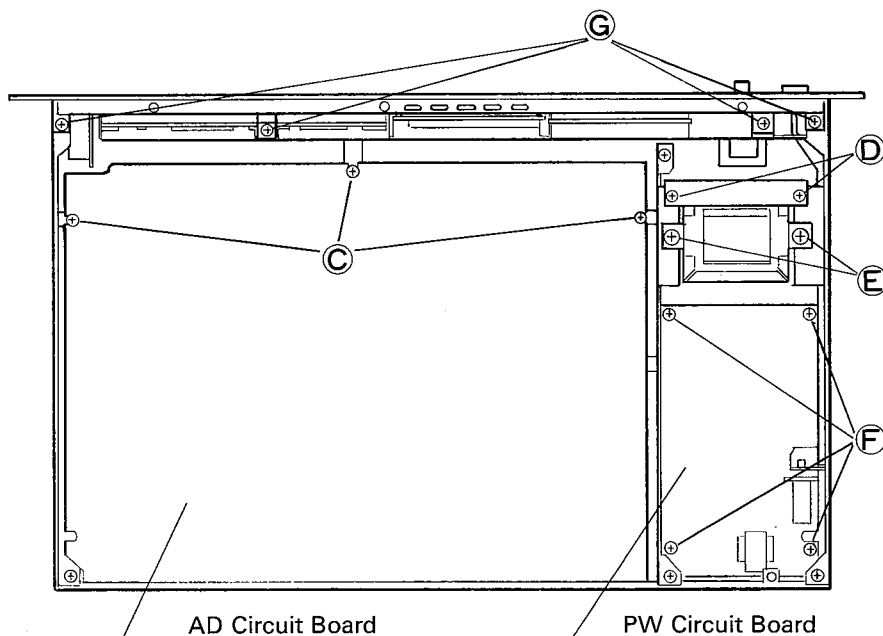

Fig. 3
(Refer to Fig. 3)
(Fig.3 参照)
### 3. Removal of PW circuit board (Refer to Fig. 3)
### 3. PWシートの取外し方 (Fig.3参照)
- ネジ④ (3×8 バインド小ネジ) 4本を外します。(Fig.3参照)